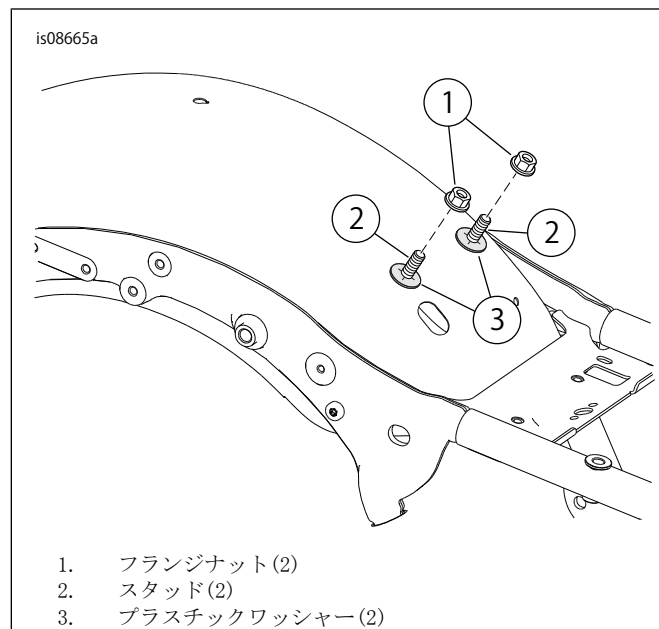

図2。取り付け金具
3. 「図2」を参照。ナット(1)を取り外します。ワッシャー(3)およびスタッド(2)を所定の位置に残します。
5. 図2を参照してください。マウントベースをスタッド(2)とプラスチックワッシャー(3)の上にセットします。